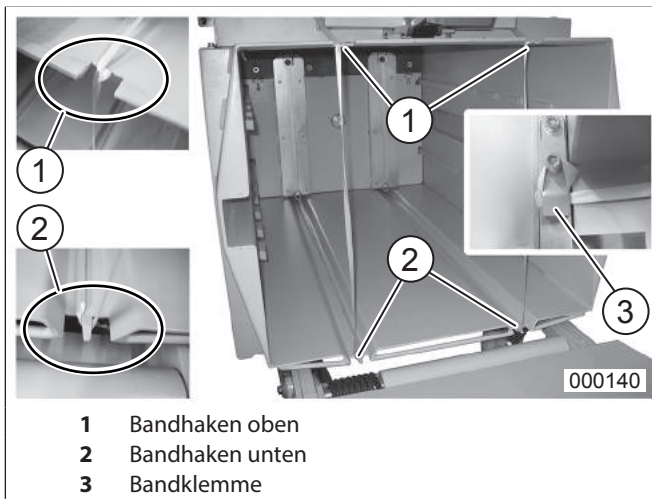

Abb. 20 Auslegen der Bänder für neuen Ballen
5. Die am Verdichtergehäuse festgeklemmten Band-Enden (Abb. 20/3) lösen, mit dem jeweils herausgezogenen Band fest verknöten (Abb. 16) und das Band hinter dem Knoten mit einer Schere durchschneiden.
3. Bänder ca. eine Klappenlänge weit herausziehen, die Band-Enden über die Bandhaken (Abb. 20/1+2) von innen durch die Einfüllöffnung hin zu den Bandklemmern (Abb. 20/3) führen und dort durch zweimaliges Umwickeln befestigen.